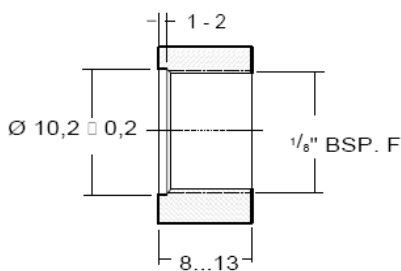

Рис. 5. Размеры монтажного отверстия для датчика T7335A/C
- Установите датчик в монтажное отверстие надлежащего размера, как показано на рис. 5. Для датчика T7335A уплотняющий материал не требуется. Затяните с моментом 8...12 Нм.